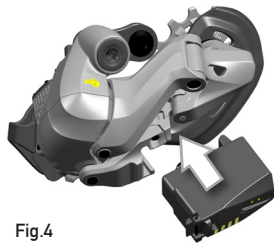

Fig.4
- Introduzca la batería en el cambio deslizándola desde abajo hacia arriba (Fig.4).